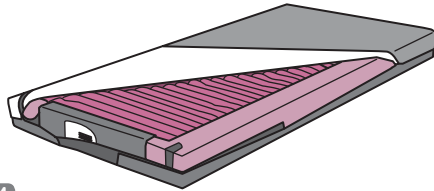

図 2-14
- ハイブリッドタイプは静止型褥瘡対応マットレスとエアマットレスを組み合わせたものです。エアマットレスの特徴である体圧分散・除圧効果に加え、マットレスを底面や側面に配置することによって、エアマットレスの欠点であった運動性に配慮した機能を合わせ持っています。(図 2-14)
③ その他の解決策